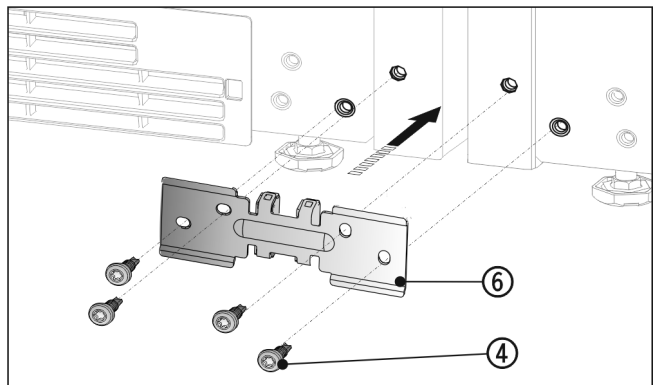

Fig. 17
- ▶ Hoek Fig. 17 (6) met het afstandsstuk tussen de apparaten schuiven en er met 4 schroeven Fig. 17 (4) los inschroeven.